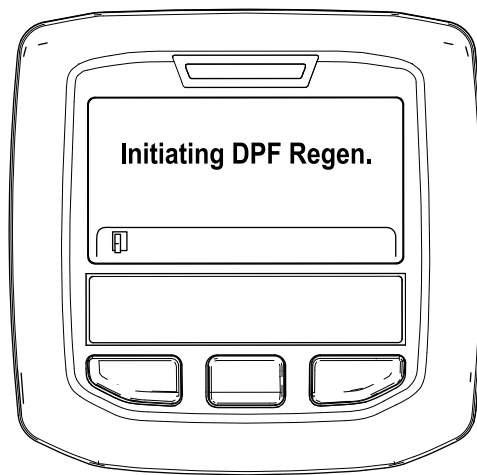

Figura 31
- A. "Initiating DPF Regen." (A iniciar Regen. DPF) é apresentada (Figura 31).